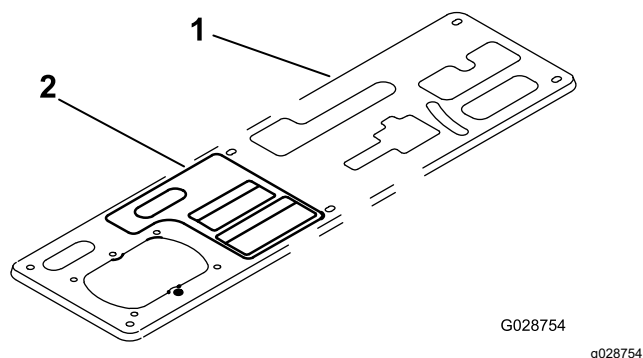

Figure 15
- Nettoyez la plaque de la console et apposez l'autocollant d'utilisation sur la console, près du levier de PDF, à l'emplacement indiqué à la Figure 15.